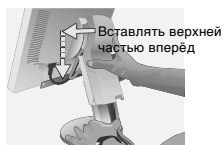
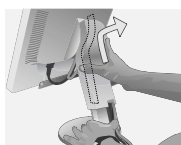

Рисунок D.1
Рисунок D.2
9. Плотно прижмите кабели и закройте отсек распределения кабелей в подставке крышкой (**Рисунок D.1**). Чтобы снять крышку кабельного отсека, поднимите ее, как показано на **Рисунок D.2**.